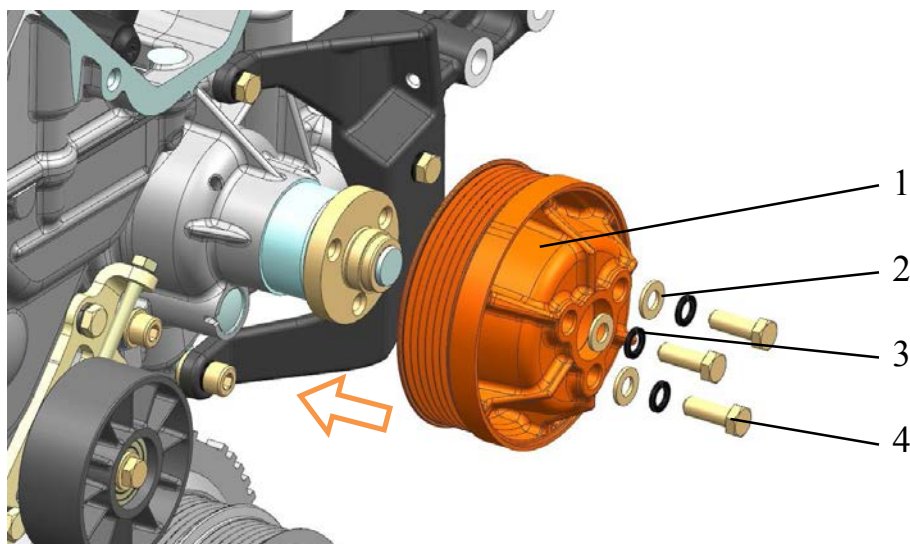

Рис.169. Установка шкива водяного насоса:
17. Установить шкив водяного насоса 1 (рис.169) и закрепить болтами 4 с плоскими шайбами 2 и пружинными шайбами 3, завернув болты моментом 13,7...17,7 Н·м (1,4...1,8 кгс·м).